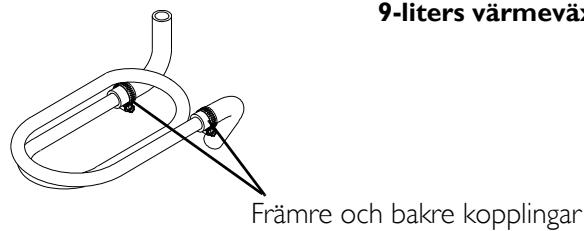

BILD 23.2 Läcktest
- C. Tryckutjämningsventilens slangkopplingar ovanpå kolonnerna (BILD 23.2).
- D. Slangkopplingar på produkttankens lock och backventiler (BILD 23.2).
- E. Främre och bakre kopplingar på värmeväxlaren (BILD 23.2).
8. Slå av strömbrytaren (O) och dra ur enhetens kontakt.